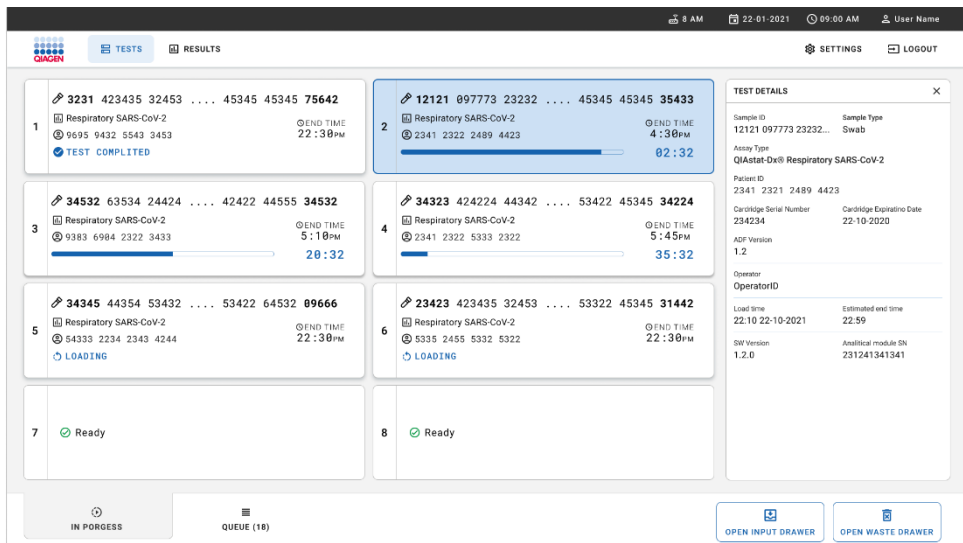

Figure 33. Informations d'exécution du test sur l'écran de file d'attente.
17. Pendant que les tests sont en cours, le temps d'exécution restant et d'autres informations pour tous les tests en file d'attente s'affichent sur l'écran tactile (Figure 33).